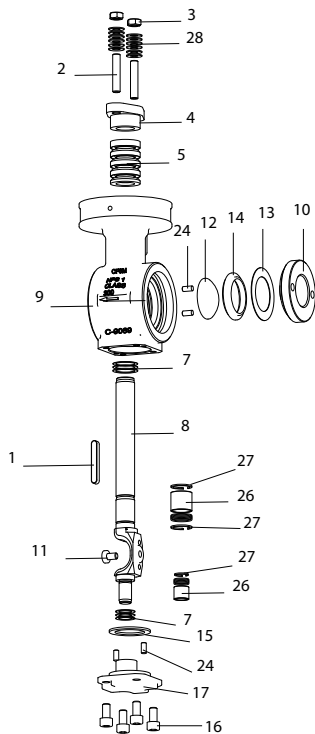
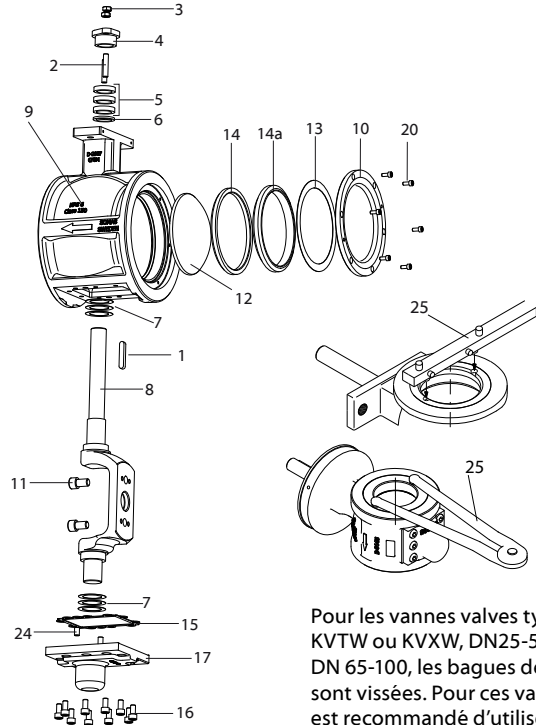

Fig.6-4
Fig.6-6
Pour les vannes valves type KVTW ou KVXW, DN25-50, DN 65-100, les bagues de blocage sont vissées. Pour ces vannes, il est recommandé d'utiliser l'outil spécial, prévu à cet effet, pour desserrer la bague de blocage (→ Fig. 6-6/25).
1. Retirer la bague de blocage (→ Fig.6-4/10) l'aide de l'outil spécifique (→ Fig.6-6/25).
2. Retire la rondelle ressort (→ Fig.6-4/13), le siège (→ Fig.6-4/14).
2. Lubrifier la surface du siège et les vis de la bague de blocage (→ Fig. 6-6/20) avec de la graisse au bisulfite de Molybdène. Pour les vannes dont la bague de blocage est filetée, graisser également le taraudage du corps de vanne.